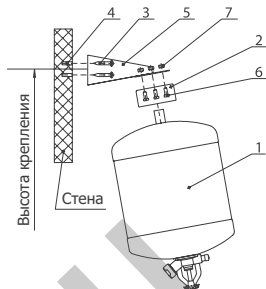

Рис. 3
9.1 Размещение МПП МИГ на стене (рисунок 3)